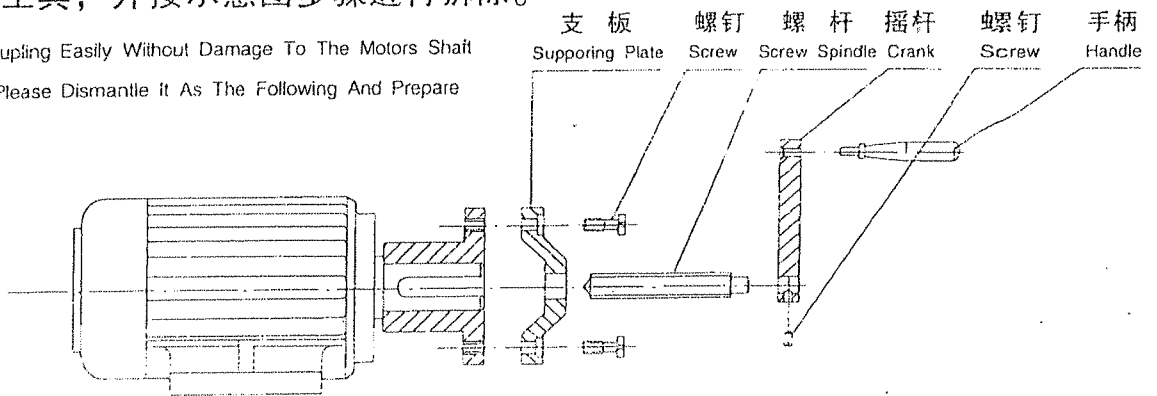
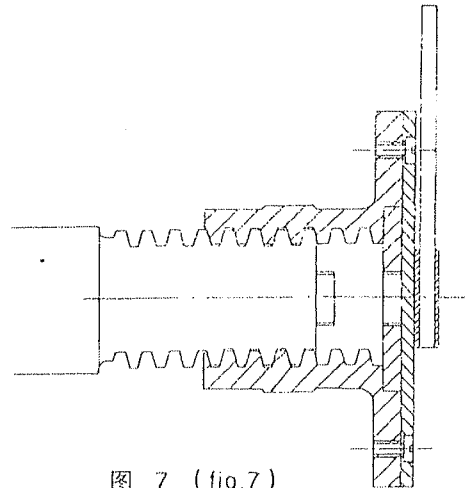
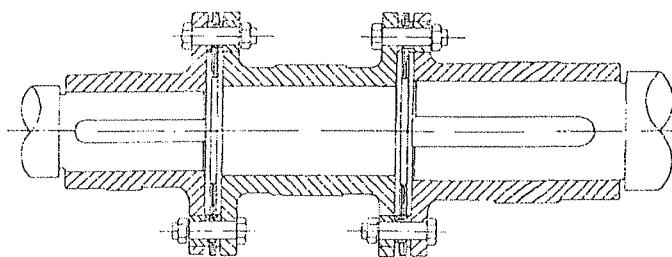

图 3 (fig.3)
图 7 (fig.7)
图 10 (fig.10)
4、安装螺栓：把螺栓从法兰盘小孔外侧穿入（隐螺型或隐螺型带保护的联轴器必须将螺栓底部的六角放在凹槽内），套入膜片组。从另一件法兰盘大孔外侧穿出套上缓冲套、弹性垫圈、扭上螺母，用扳手将螺母把紧，如图A、图10所示（隐螺型或隐螺型带保护式联轴器的螺母必须用套筒扳手将螺母把紧）。如安装不适或拆除更换，又不损伤轴及半联，请按图3至图7制作工具。安装完毕后，以转动自如无别劲为好，并将联轴器外部用机油涂刷一遍。